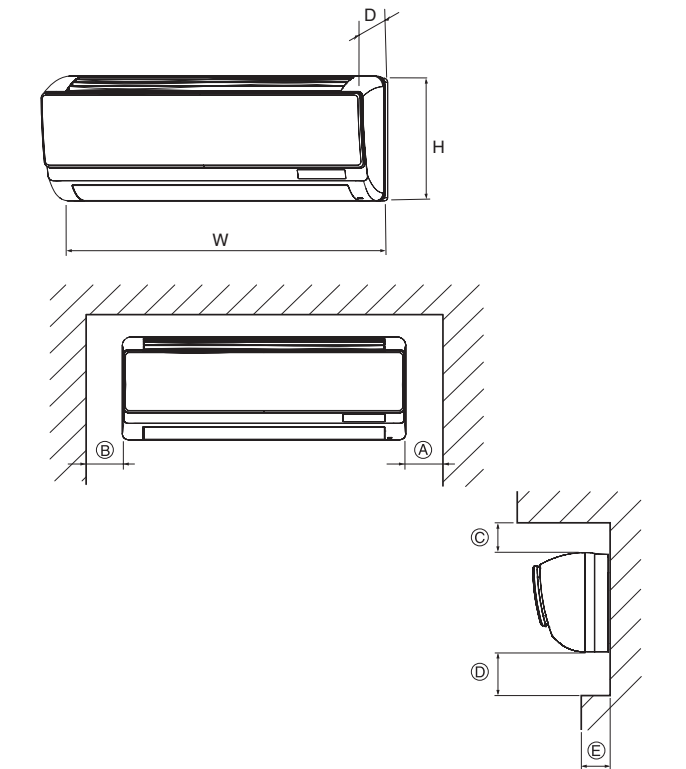

Fig. 2-1
⑤	电缆	1
⑥	扎带	1
⑦	紧固件	1
①
②
③
④
⑤
⑥
⑦
2. 1. 外形尺寸（室内机组）（Fig. 2-1）